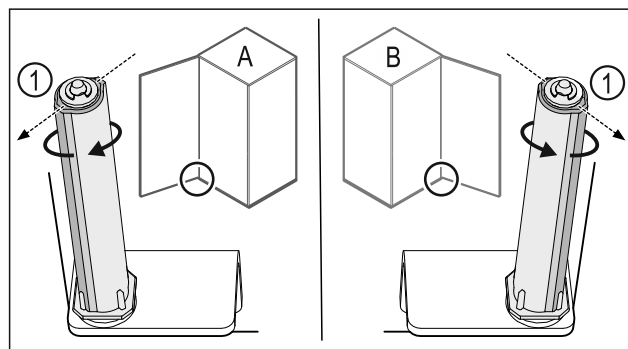

Fig. 39 Okretanje nalijevo (A) / okretanje nadesno (B)
- ▶ Okrećite sustav zatvaranja do kraja dok lamela sustava zatvaranja Fig. 39 (1) ne bude usmjerena prema van.